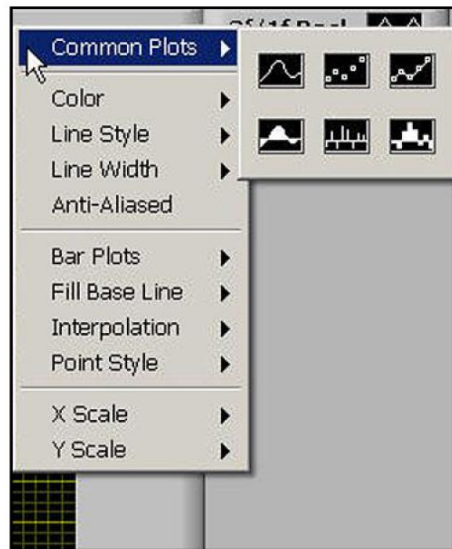

図 43 : グラフデータオプション
2. グラフ内で任意のデータを右クリックするか、現在のパラメーターのトレンド項目をグラフ凡例内でクリックすると、グラフデータのさまざまなオプションを確認できます（下の図 43 を参照）。さまざまな共通プロットを変更して、色や線の様式、線幅を調整できます。多くの有限点を有する一部のデータセットにおいては、プロットの線を滑らかにする Anti-Aliased のクリックが必要になる場合があります。また、棒グラフのプロットや塗りつぶし基準線、内挿、点の形式も変更できます。X-Scale は x 軸の目盛りを調整し、Y-Scale は y 軸の目盛りの調整と副軸の有効化を行います。